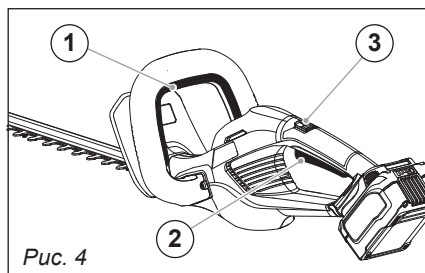

Рис. 4
7.1. Органы управления (рис. 4)